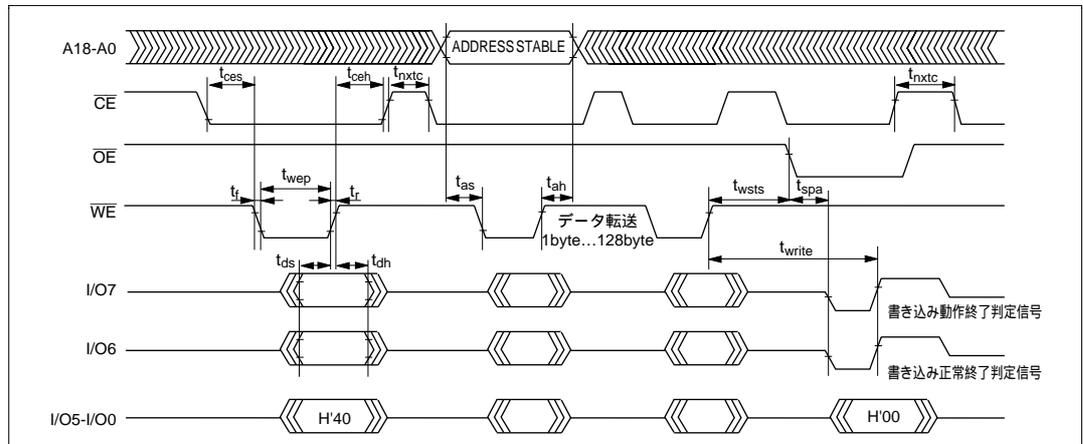

図 19.59 自動書き込みモードのタイミング波形
- (1) 自動書き込みモードでは、128バイト同時書き込みを行います。これは、バイトデータを128回連続で転送してください。
- (2) 128バイト以下の書き込みでも128バイトのデータ転送を行う必要があります。必要ないアドレスへのメモリ書き込みは、データをHFFにして書き込みを行う必要があります。
- (3) 転送するアドレスの下位7ビットは、ロー状態にしてください。有効アドレス以外を入力した場合は、メモリ書き込み動作に移行しますが、書き込みエラーとなります。
- (4) メモリアドレスの転送は、第2サイクルで行います(図19.59)。第3サイクル以降では転送しないでください。
- (5) 書き込み動作中は、コマンド書き込みを行わないでください。
- (6) 書き込みは、各アドレスの128バイト単位のブロックに対して、1回の自動書き込みで行ってください。すでに書き込まれたアドレスブロックへの2回以上の追加書き込みは行えません。
- (7) 自動書き込み正常終了の確認には、I/O6を調べることにより行います。または、ステータス読み出しモードを使用しても確認することができます(I/O7のステータスポーリングは、自動書き込み動作終了判定用端子です)。
- (8) ステータスポーリングのI/O6、I/O7の情報は、次のコマンド書き込みまで保持されます。次のコマンド書き込みが行われていなければ、 $\overline{CE}$ 、 $\overline{OE}$ をイネーブルにすることにより読み出し可能となります。